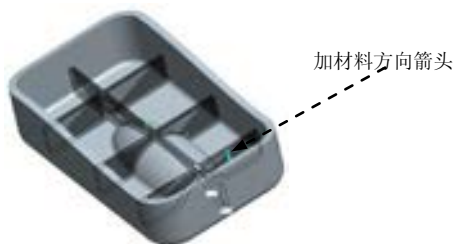

图 5.18.6 定义加材料的方向
Step6. 定义加材料的方向。在模型中单击“方向”箭头，直至箭头的方向如图 5.18.6 所示。